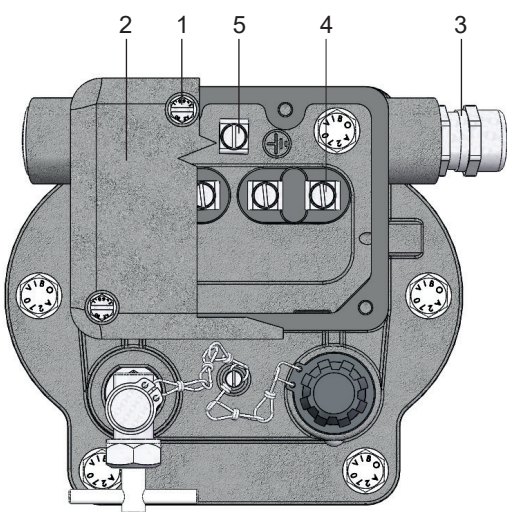

Abb. 14 - elektrischer Anschluss
- Schrauben (Abb. 14/ Nr. 1) lösen
- Kappe (Abb. 14/ Nr. 2) abnehmen
- Leitung durch die Kabelverschraubung (Abb. 14/ Nr. 3) einführen
- Leitung an Klemmenbolzen (Abb. 14/ Nr. 4) anschließen (maximales Anzugsmoment: 3 Nm)
- Schrauben (Abb. 14/ Nr. 1) festziehen (maximales Anzugsmoment: 3 Nm)
Schutzleiter (Isolation grün-gelb) an die Erdungsklemme (Abb. 14/ Nr. 5) anschließen (maximales Anzugsmoment: 3 Nm)